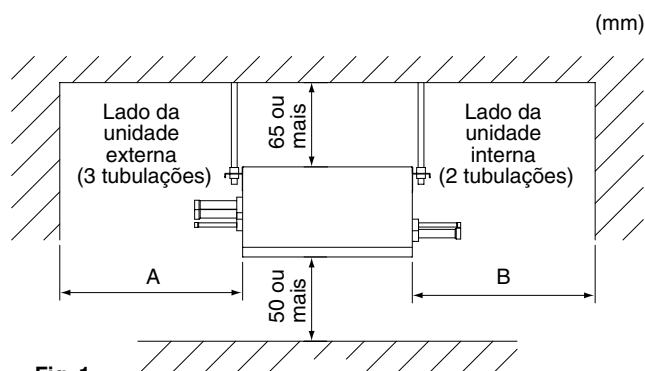

Fig. 1
- Onde haja vão suficiente para manutenção e possa ser assegurada a reparação. **(Consulte a Fig. 1)**